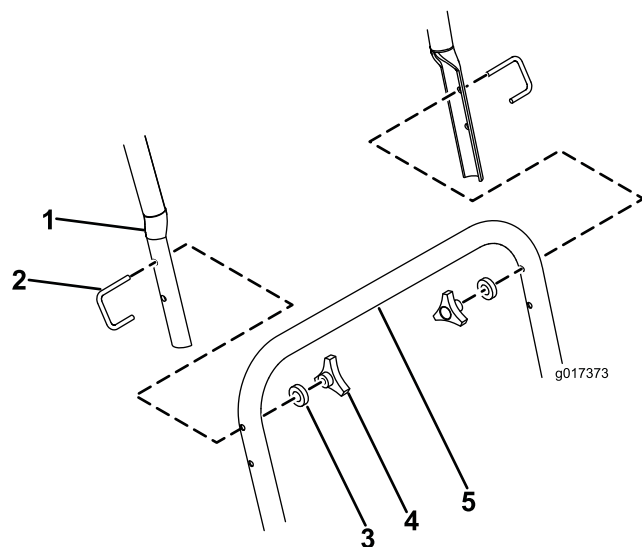

Bild 4
5. Befestigen den oberen Holm am unteren Holm. Befestigen Sie jede Seite mit einem U-Bügel, einer M6-Scheibe und einem Handrad (Bild 4).